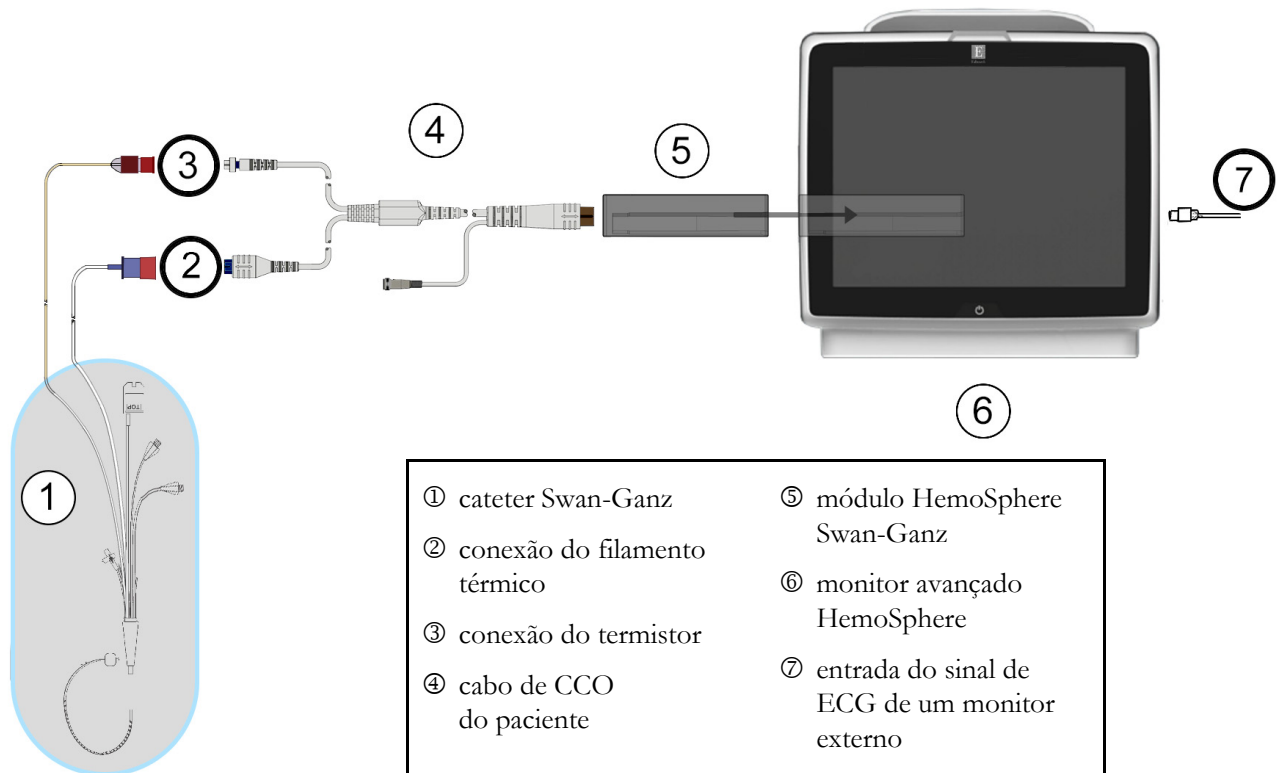

Figura 9-7 Visão geral da conexão de VDF/FEVD
- 2 Prenda a extremidade do cateter do cabo do paciente aos conectores do termistor e do filamento térmico no cateter de CCOMbo V Swan-Ganz. Essas conexões são indicadas por ② e ③ na figura 9-7.